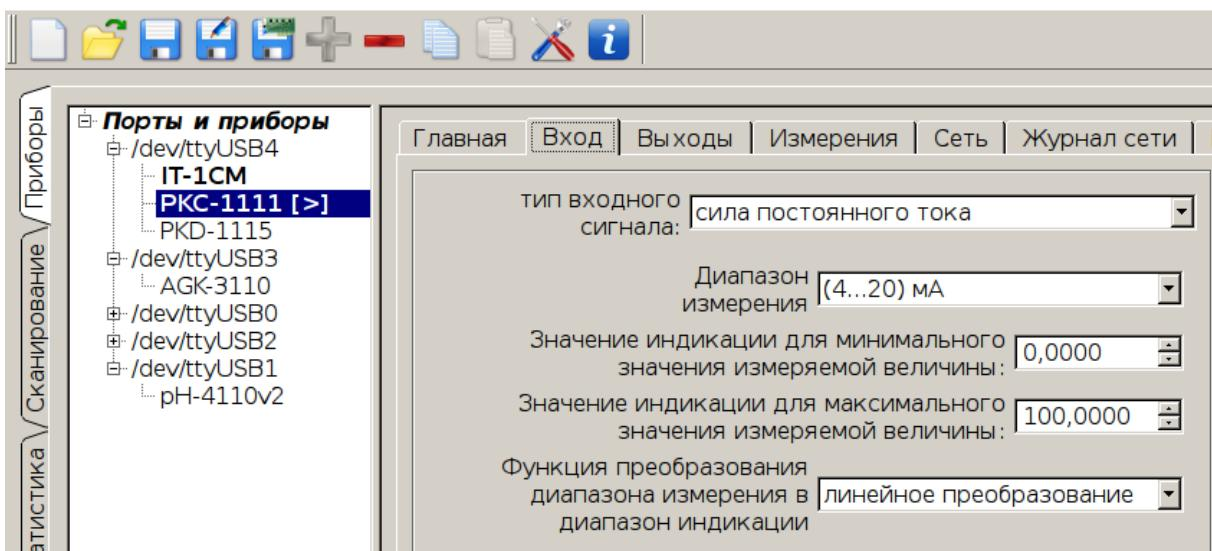

Рисунок 79 - Статус загруженных параметров из прибора
– [>] – означает, что в макет загружены параметры из регистров из прибора (Рисунок 79);